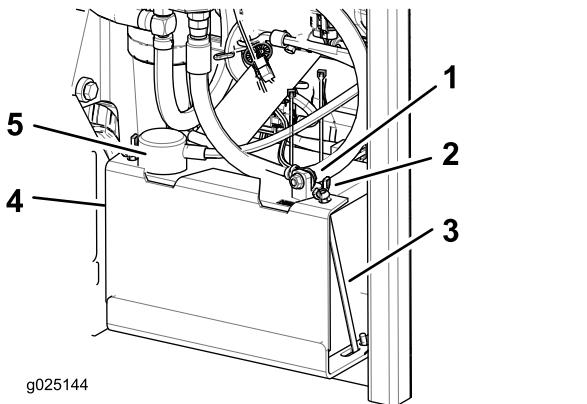

Figure 44
- Débranchez le câble négatif (noir) de la batterie de la borne négative (-) de la batterie (Figure 44).
- Enlevez le capuchon rouge de la borne positive (rouge) de la batterie et débranchez le câble positif (+) (Figure 44).
- Retirez les écrous à oreilles qui fixent les crochets en J (Figure 44).
- Déposez le dispositif de maintien (Figure 44).
- Placez la batterie dans son support en tournant les bornes à l'opposé du réservoir hydraulique (Figure 44).
- Fixez les câbles avec 2 boulons, 2 rondelles et 2 contre-écrous (Figure 44).
- Reposez le dispositif de maintien et fixez-le avec les écrous à oreilles et les crochets en J (Figure 44).